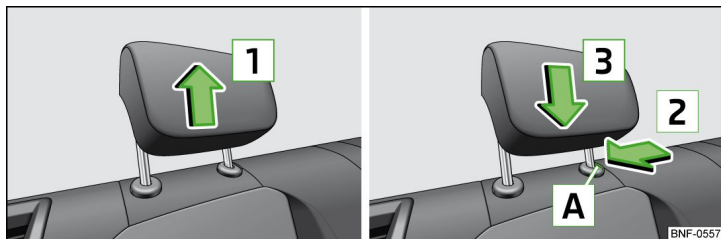

Fig. 46 Tetiere spate: deplasarea n sus/deplasarea n jos
- Prindeți tetiera din lateral cu ambele mini și deplasați-o n direcția săgeții **1** » fig. 46.
- Apăsați tasta de siguranță **A** și mențineți-o n direcția săgeții **2** » fig. 46.